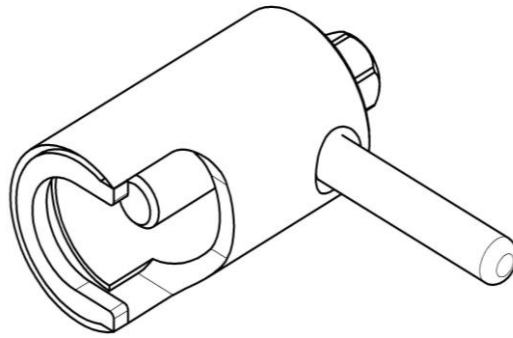

Рис.18 Съемник крыльчатки(11000002907).
- снять крыльчатку при помощи специального съемника (см. рис.18);